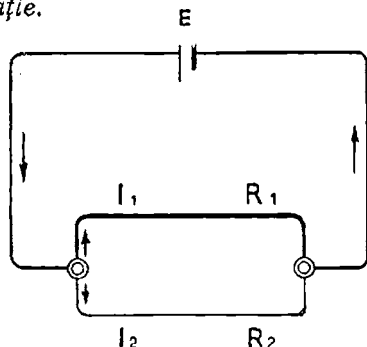

Fig. 26. — Rezistențe în paralel
*Rezistențe în derivație.* Fig. 26 ne arată un circuit ramificat. Rezistențele sunt una lângă alta și sunt denumite în *paralel* sau în *derivație*.